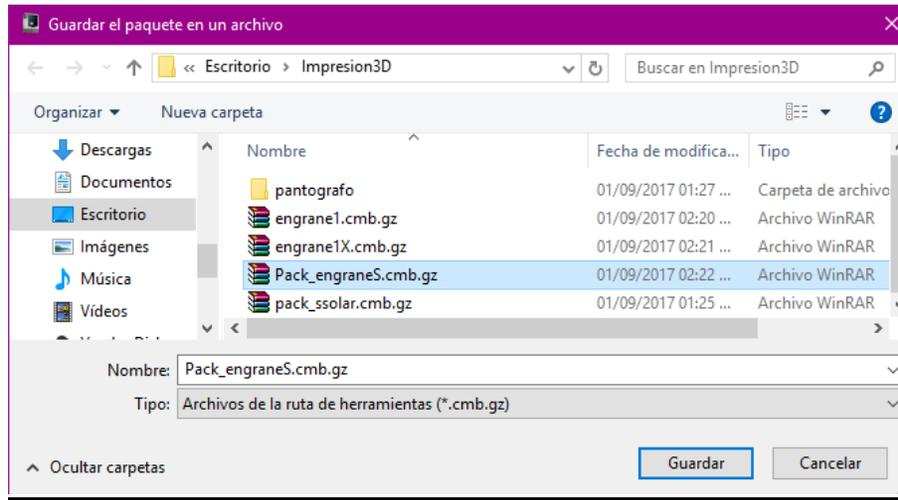

Figura 2.23 Guardar el nuevo paquete como **Pack engraneS.cmb.gz**
- Reempaquetar y guardar el paquete como **Pack engraneS.cmb.gz** (Figura 2.23).